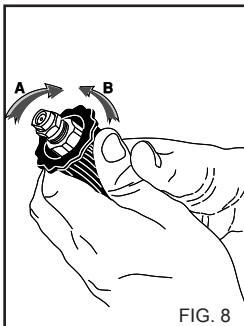

FIG. 8
Pour la version avec aspiration détergent, actionner la commande d'aspiration du détergent sur la lance (fig.8). Laisser agir quelques minutes.
4) Après avoir utilisé l'appareil avec du détergent, rincer le circuit d'aspiration; plonger le tube d'aspiration détergent (fig. 8) dans un bidon d'eau propre et faire fonctionner la pompe pendant 1 minute en mettant la lance sur écoulement détergent.
## UTILISATION DU SÉLECTEUR DE PRESSION (Fig. 8) (Vers. DS)